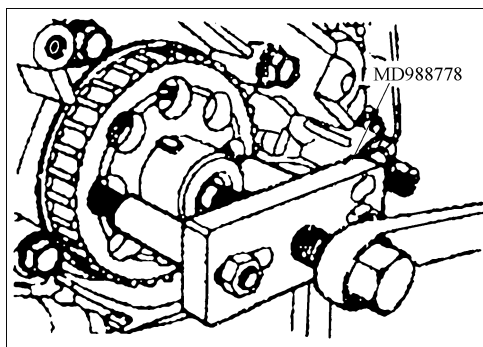

图 2-19 拆卸曲轴带轮 B
(7) 曲轴带轮 B 的拆卸 如图 2-19 所示, 使用专用工具。